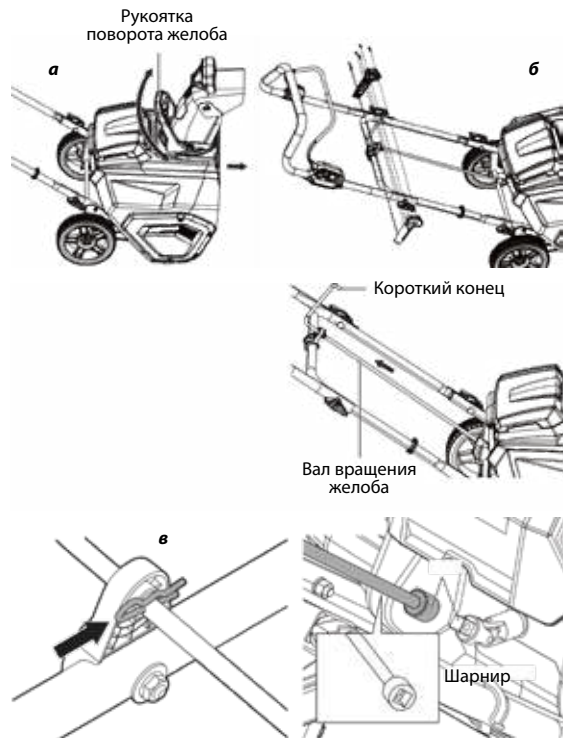

Рис. 6
1. Проверьте вращается ли желоб, при помощи установленной на нем рукоятки (Рис. 6).